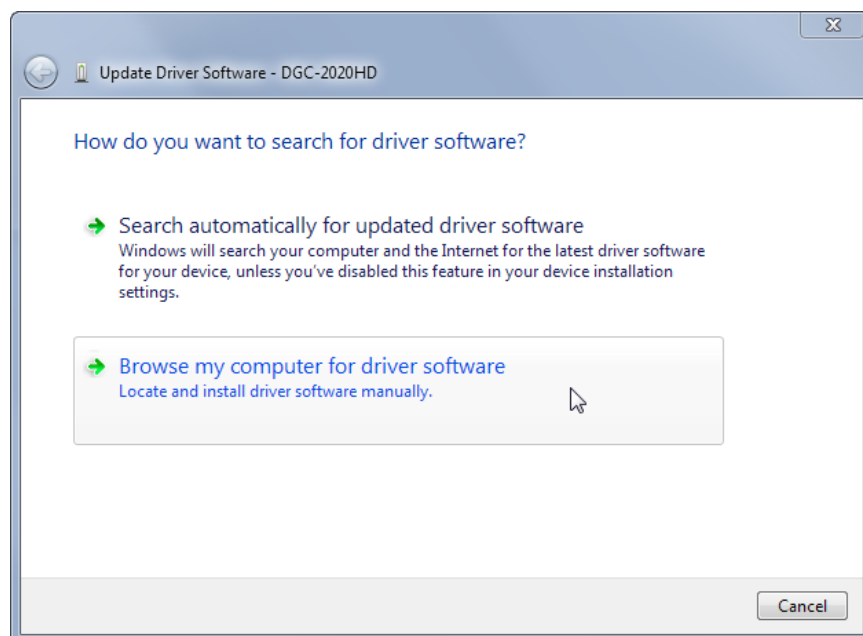

Figure 9-4. Mettre à jour le logiciel pilote - DGC-2020HD
Étape 4 : Sélectionnez Parcourir mon ordinateur pour le logiciel pilote comme illustré dans la Figure 9-4.